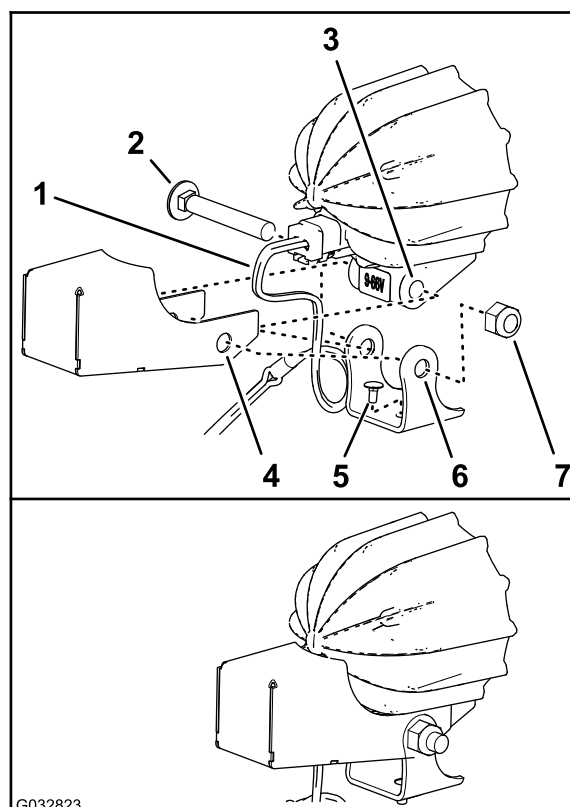

Bild 8
3. Entfernen Sie (falls montiert) die lange Schlossschraube und Mutter, mit denen die Befestigungshalterung am Rahmen der LED-Lampe befestigt ist (Bild 8).
4. Stellen Sie sicher, dass die kurze Schlossschraube durch das Loch an der Unterseite der Befestigungshalterung gesteckt ist, wie in Bild 8 abgebildet.
5. Fluchten Sie die Löcher im Schutzblech und der Befestigungshalterung mit den Löchern im Rahmen der LED-Lampe aus, wie in Bild 8 abgebildet.
6. Befestigen Sie das Schutzblech und die Befestigungshalterung mit der Schlossschraube und der Mutter am Rahmen der LED-Lampe (Bild 8).